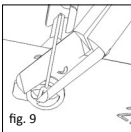

fig. 9
■ **fig. 9** Til slutt klippes skaftet av hodeplaten ved hjelp av den lille kuttetangen (REF 8000 171). Den tappens som der- me oppstår på hodeplaten, er til hjelp under den senere fik- seringen av transplantatet mellom hodeplaten og tromme- hinnen, og den forebygger dislokasjon etter operasjonen. Tappens lengde kan varieres, men den bør være i samsvar med tykkelsen på det planlagte transplantatet.